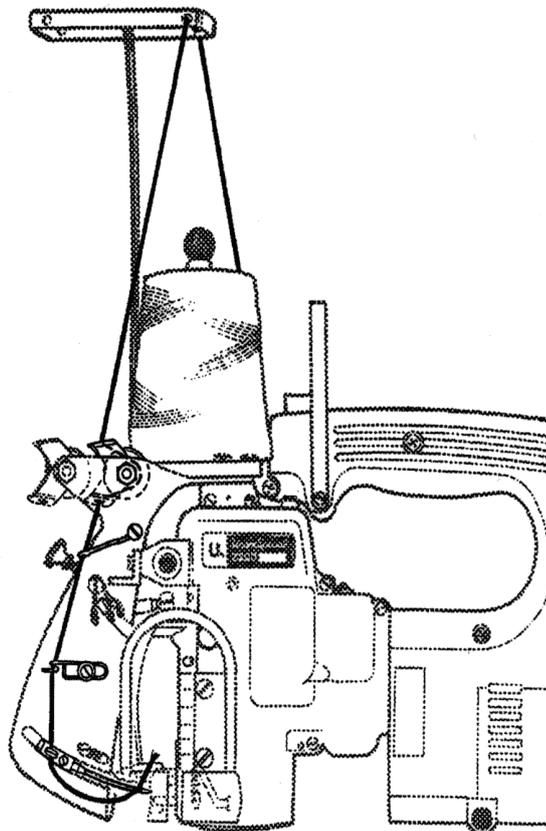

Fig.4
Prüfen Sie die Einfädelerung der Maschine. Beachten Sie die Einfädelanleitung Fig. 4 und den Abschnitt „EINFÄDELN“.
Thread the machine as shown in Fig. 4.
For threading the looper (double locked stitch machines only) open the hinged cover (A, Fig. 4) and turn motor handwheel in operating direction until the needle is in its lowest position below the throat plate. Reclose hinged cover (A) after threading.
The tension (L, Figs. 4 and 13) controls the looper thread and the tension (N) controls the needle thread. Only a slight tension should be applied on the looper thread. The tension applied on the needle thread depends upon the size of the thread and the thickness of the fabric to be sewn and has to be regulated till the machine sews and chains off perfectly.
The presser foot pressure is regulated with the knurled regulating screw (B, Fig. 4).
Fädeln Sie die Maschine wie in Fig. 4 gezeigt ein.
Zum Einfädeln des Greifers (nur bei Doppelkettenstichmaschinen) öffnen Sie die Verschußklappe (A, Fig. 4) und drehen am Motor-Handrad in Drehrichtung bis die Nadel in der tiefsten Stellung unter der Stichplatte ist. Schließen Sie nach dem Einfädeln die Verschußklappe (A) wieder.
Die Spannung (L, Fig. 4 und 13) reguliert den Greiferfaden und die Spannung (N) den Nadelfaden.
Der Drückerfußdruck wird mit der gerändelten Stellschraube (B, Fig. 4) reguliert.
Loosen the screw (D, Fig. 4) for the needle and draw out the needle. Insert the shank of the new needle as far as it will go into the needle seat and with the flat on the shank facing to the front. Retighten screw (D) for the needle on the flat of the needle shank and thread the needle eye.
Lösen Sie die Schraube (D, Fig. 4) für die Nadel und ziehen Sie die Nadel heraus. Stecken Sie den Kolben der neuen Nadel bis zum Anschlag in den Nadelsitz und so, daß die Fläche am Kolben nach vorne zeigt. Ziehen Sie die Schraube (D) für die Nadel auf der Fläche des Nadelkolbens wieder an, und fädeln Sie das Nadelöhr ein.